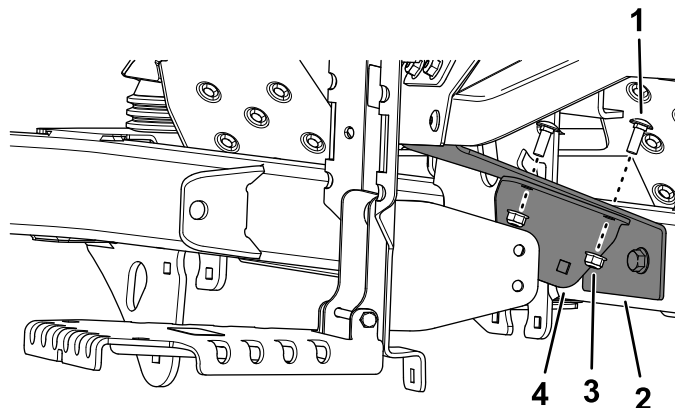

Figure 7
3. Fixez le support intérieur au support de boîtier à l'aide de 2 boulons de carrosserie (5/16" x 7/8") et de 2 écrous (5/16"), comme montré à la Figure 7.